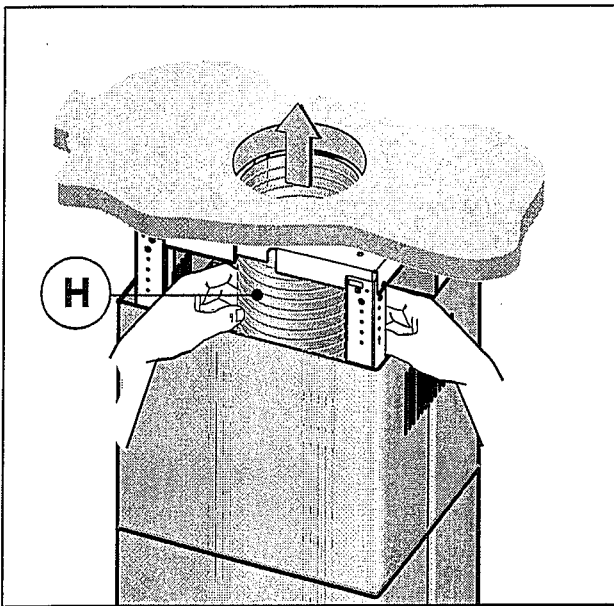

Fig.10
- **Version aspirante:** Fixer le tuyau flexible au trou d'évacuation d'air prédisposé (Fig.10).